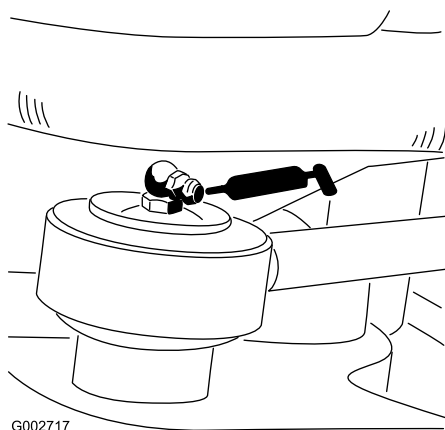

図 25
- ステアリングシリンダのロッド端部1ヶ所 Model 08705 のみ 図 25